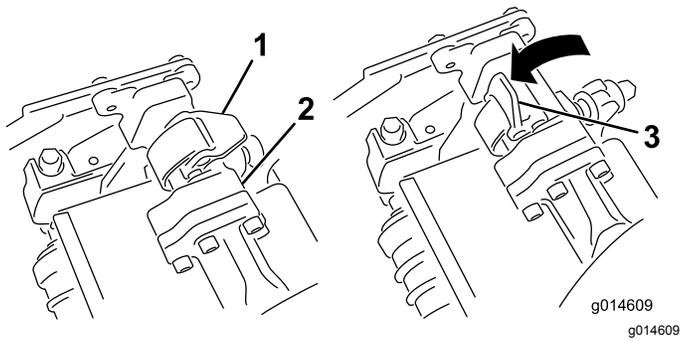
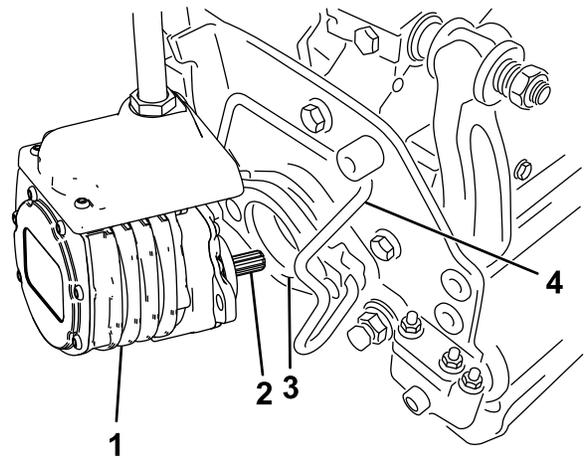

Figura 45
Figura 46
4. Con i fermi del braccio di sospensione rivolti verso l'alto (cioè aperti) (Figura 45), premete il braccio di sospensione verso il basso in modo che la barra si inserisca nella barra della parte superiore dell'apparato di taglio (Figura 46).
- 5. Chiudete i fermi spostandoli verso il basso e attorno alla barra dell'apparato di taglio, quindi bloccateli in posizione (Figura 45).
5. Aprite i fermi sulla barra del braccio di sospensione dell'apparato di taglio che state rimuovendo (Figura 45).